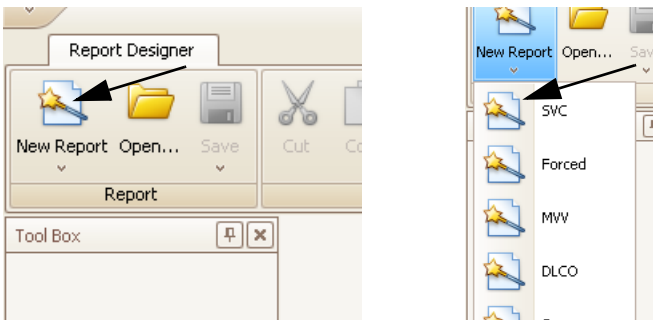

Abb. 12-3 Softkey New Report (links), Auswählen des Tests (rechts)
- Klicken Sie im Report Designer auf **New Report** (Abb. 12-3 links).
- Wählen Sie den Test aus, in den Sie das Logo einfügen möchten (Abb. 12-3 rechts).